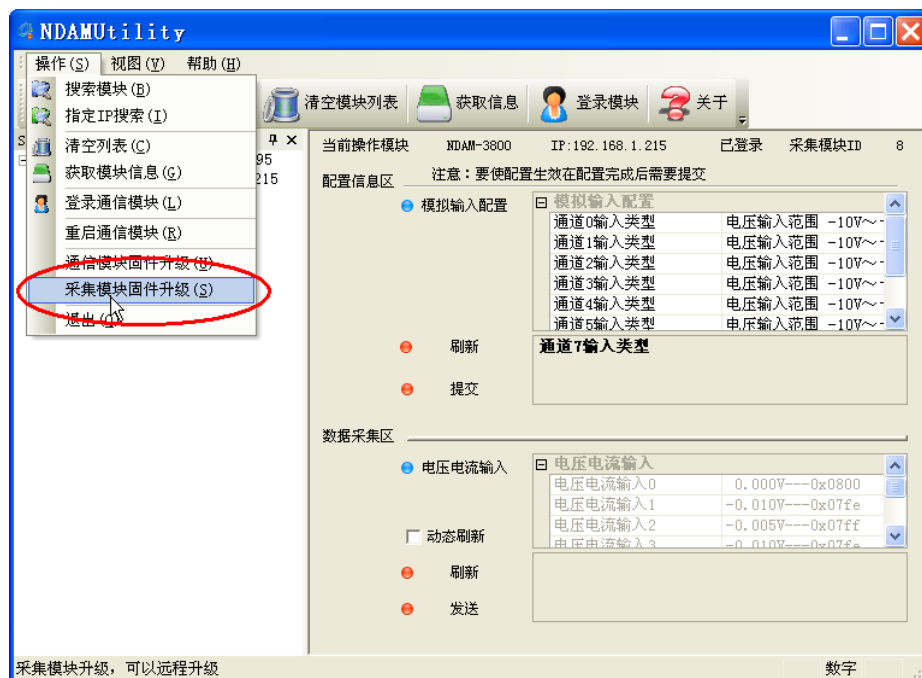

图 3.9 软件方式固件升级
① 在模块工作模式下点击配置软件 NDAMUtility 上的“操作”菜单，并选择“采集模块固件升级”选项，如图 3.9 所示；